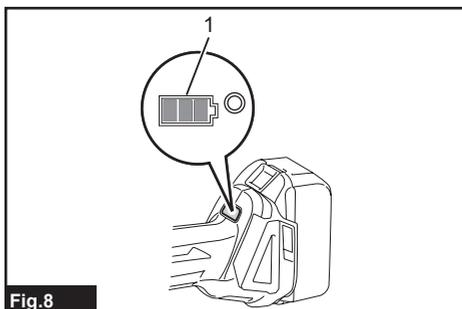

Fig.8
► Fig.8: 1. Indicador de bateria